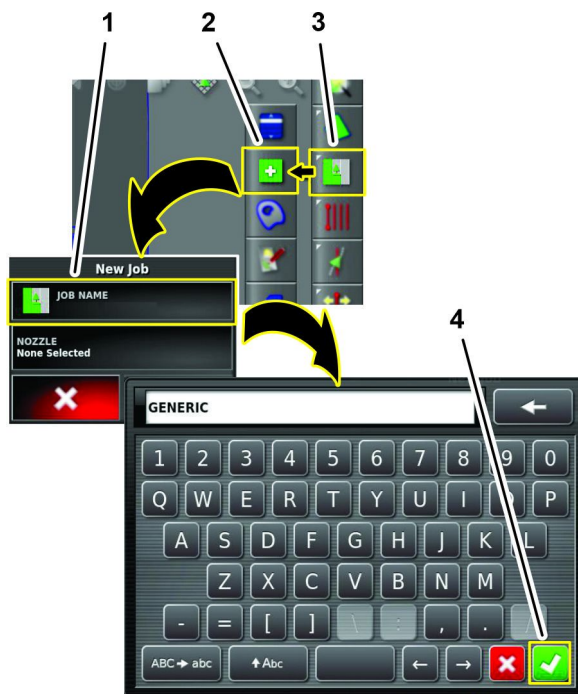

Рисунок 195
1. Нажмите значок меню рабочего задания и затем значок CREATE NEW JOB (СОЗДАНИЕ НОВОГО РАБОЧЕГО ЗАДАНИЯ) (Рисунок 195).
2. Используйте клавиатуру на экране, чтобы набрать название типового рабочего задания, и нажмите значок подтверждения (Рисунок 195).